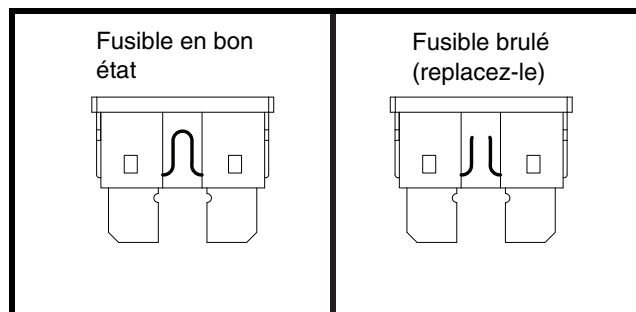

Figure 27. Le remplacement des fusibles
2. Examinez-le pour vérifier s’il est brûlé. **Voir la figure 27.**